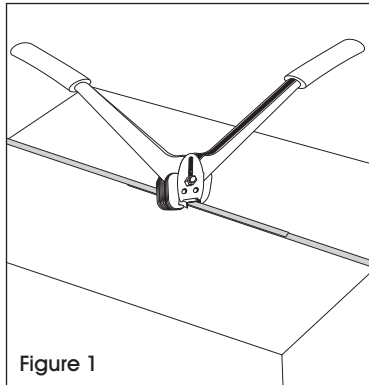

Figure 1
1. Tenez la scelleuse en position verticale et placez les mâchoires de l'outil au milieu du joint. Assurez-vous de bien centrer les mâchoires au milieu du joint. (Voir Figure 1)